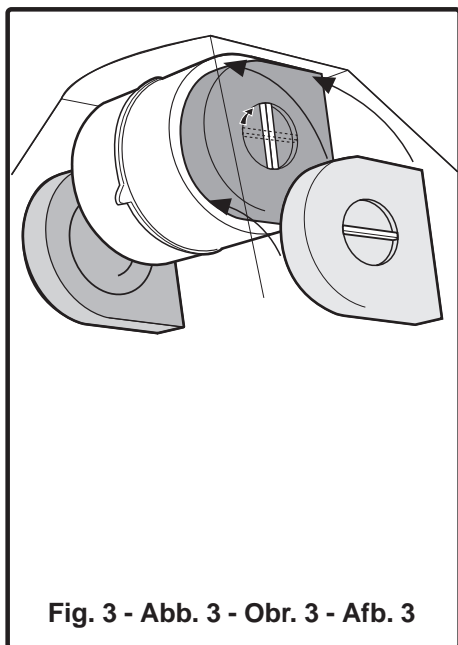

Fig. 3 - Abb. 3 - Obr. 3 - Afb. 3
- c) Si les filtres n'ont pas encore été montés, appliquez un filtre de chaque côté afin de préserver les deux grilles de protection de l'extracteur à moteur, puis faites tourner vers la droite le bouton central des filtres (fig. 3).